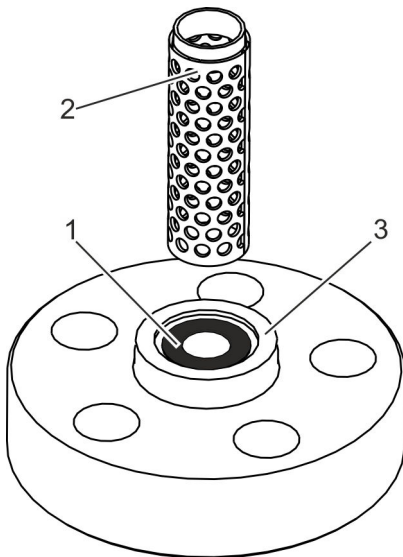

Abb. 23: Siebzyylinder demontieren
2. ▶ Siebzyylinder (Abb. 23/2) aus der Zentrierung (Abb. 23/3) des Deckels entfernen.
3. ▶ Packungsring (Abb. 23/1) aus dem Deckel entfernen.